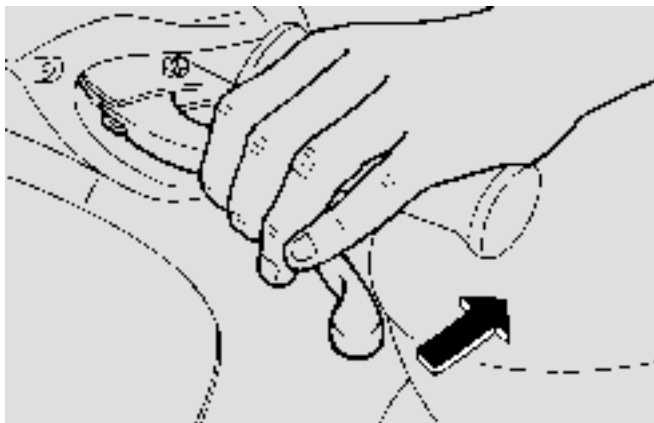

Fig. 20
- ◆ Bloquer au moins une roue en tirant sur le levier du frein (Fig. 20). Si cela ne fonctionne pas, il signifie que le courant n'arrive pas au relais de démarrage et que donc le démarreur ne tourne pas.
- ◆ Pour éviter de perdre le contrôle du véhicule durant le démarrage, bloquer les deux roues en actionnant les leviers des freins (Fig. 20).